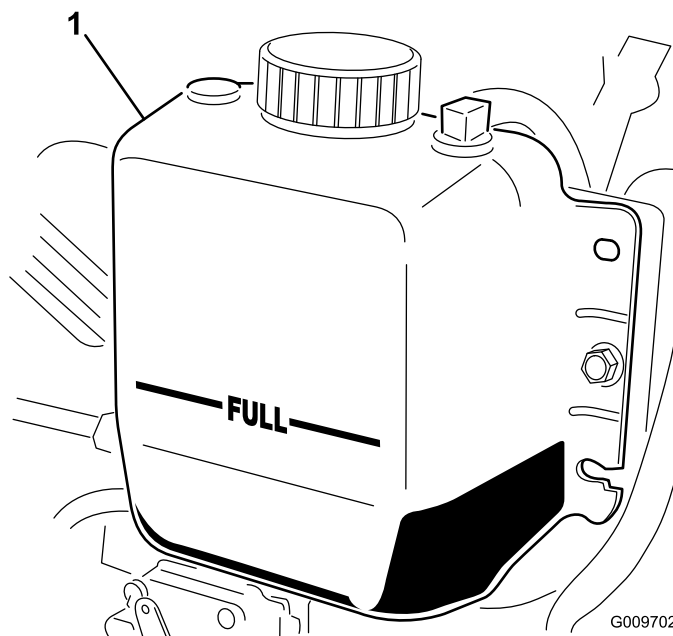

Figura 14
2. Verifique o nível do líquido de arrefecimento do radiador. O radiador deverá encontrar-se cheio de líquido até ao cimo do tubo de enchimento e o nível de líquido no depósito de expansão deverá atingir a marca FULL (Figura 14).